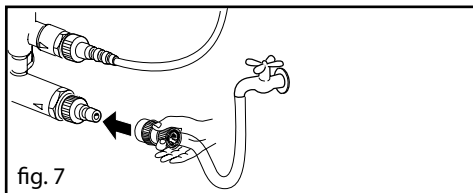

fig. 7
3. Collegare il tubo d'alimentazione acqua all'ingresso della pompa (Max. 1 MPa, temperatura max. 40° C (fig.7).